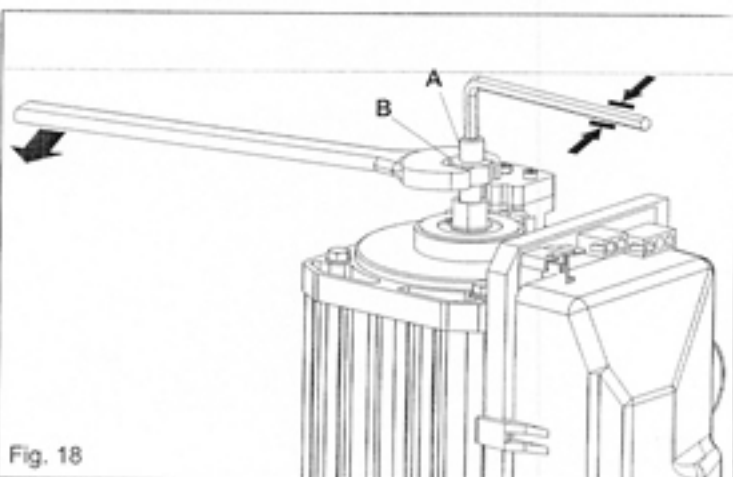

Fig. 18
- Relâcher les écrous de blocage **B** (Fig. 18) tenant ferme les vis de réglage de la friction (**A**).